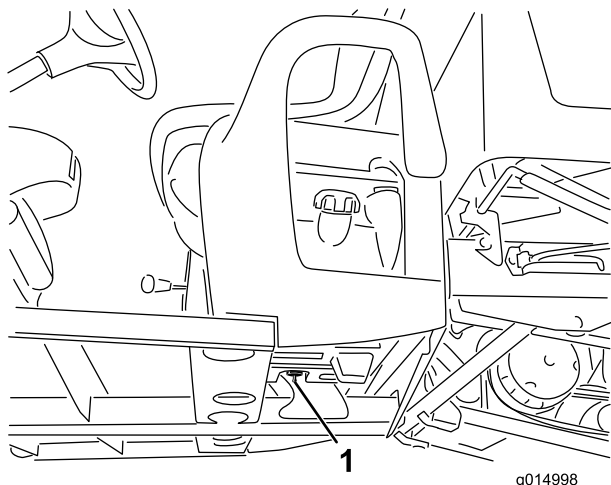

Рисунок 25
- Проверьте отверстие воздушного фильтра в корпусе фильтра с угольным элементом и убедитесь в том, что оно чистое и не перекрыто мусором или посторонними предметами (Рисунок 25).